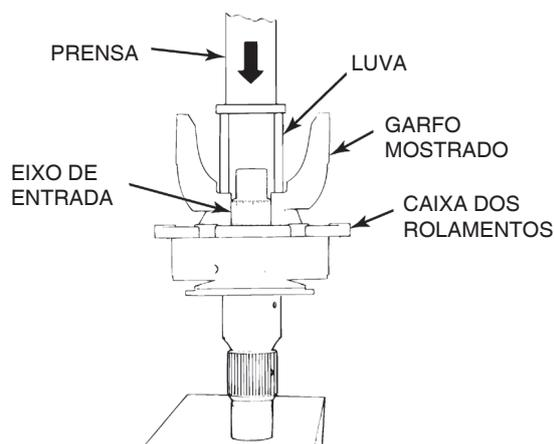

Figura 5.73
7. Use uma prensa e luva ou uma ferramenta de instalação para instalar o garfo ou a flange no eixo de entrada. Se uma prensa e luva forem usadas, verifique se o eixo de entrada está bem apoiado. Figura 5.73.